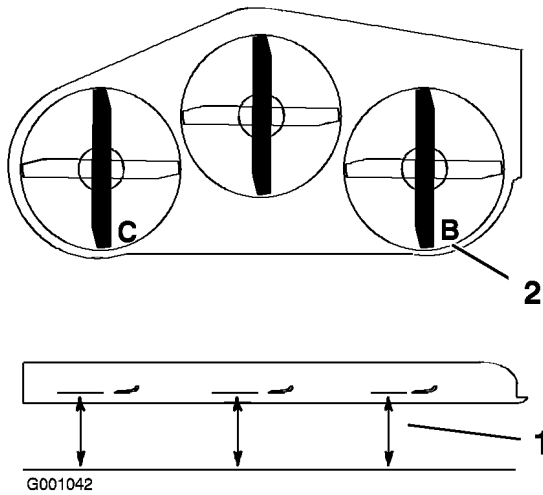

Figure 56
1. Tournez la lame droite dans le sens longitudinal (Figure 56).
2. Mesurez la distance au point **B** entre la surface plane et le tranchant de la pointe de la lame droite (Figure 56).
4. Tournez la lame gauche dans le sens longitudinal (Figure 56).
5. Mesurez la distance au point **C** entre la surface plane et le tranchant de la pointe de la lame gauche (Figure 56).